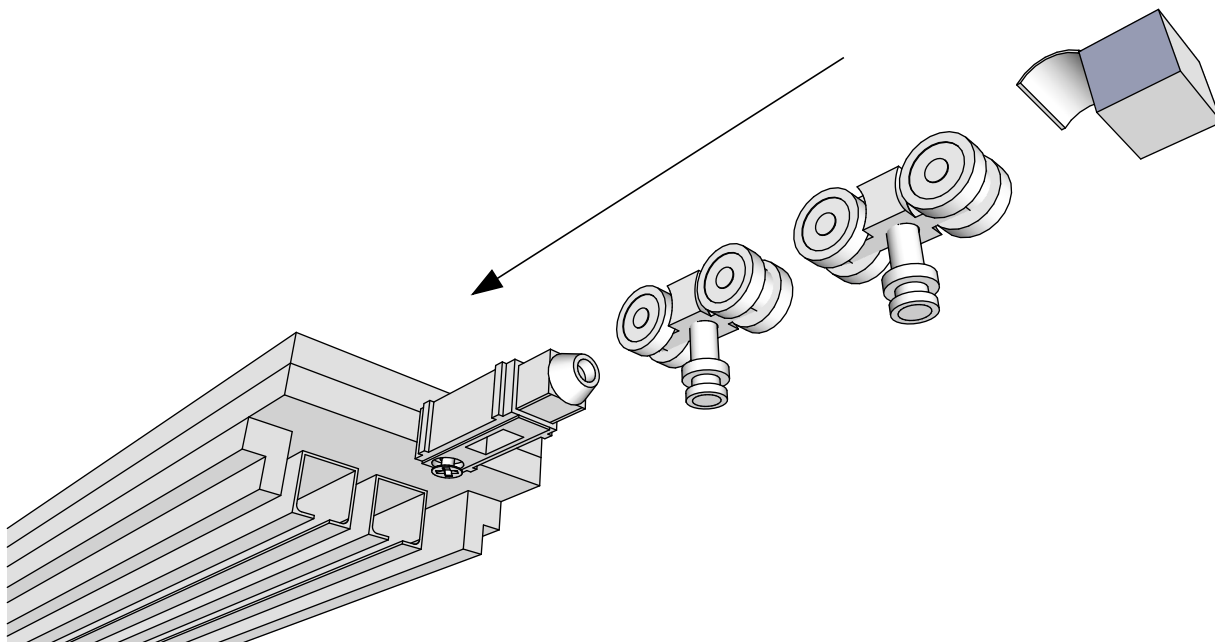

Рисунок 7
2.1. Если Вы приобрели пенал с системой Push-to-open, вместо стопора, находящегося в теле пенала, установите толкатель. Внимание эта опция устанавливается на дверное полотно, которое будет выходить из тела пенала первым (Рис. 7).